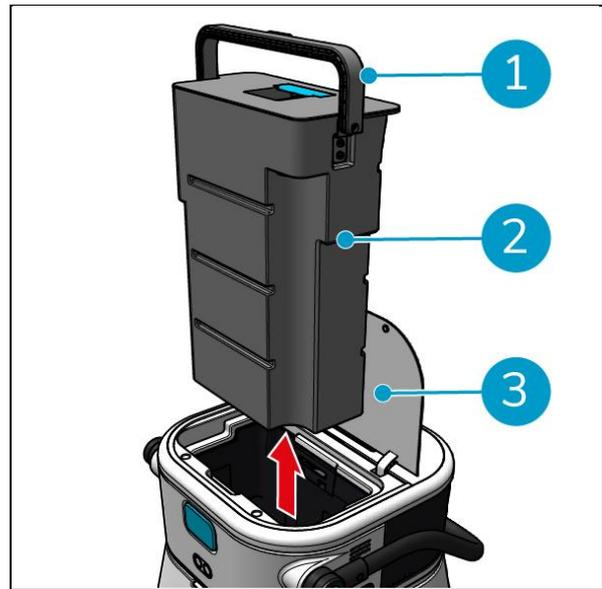

Figura 30
1. Abra con cuidado la tapa del compartimento del depósito de recogida (Figura 30, pos. 3) en la parte superior del co-botic™ 45.
2. Gire el asa del depósito de recogida (Figura 30, pos. 1) en posición vertical y retire el depósito de recogida.
15. Vuelva a colocar el depósito de recuperación en la dirección opuesta a la flecha, véase Figura 30.